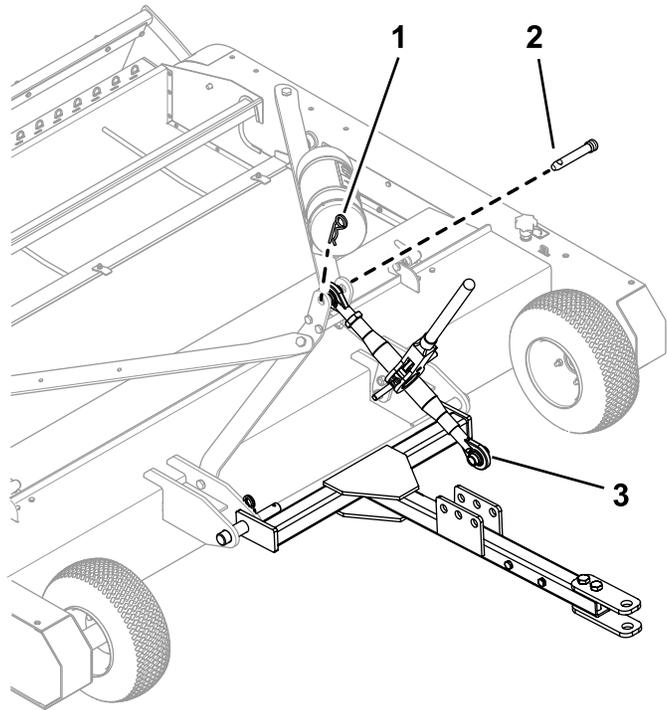

Figura 4
3. Sujete el brazo superior a las barras de sujeción con 1 pasador y 1 chaveta (Figura 4).